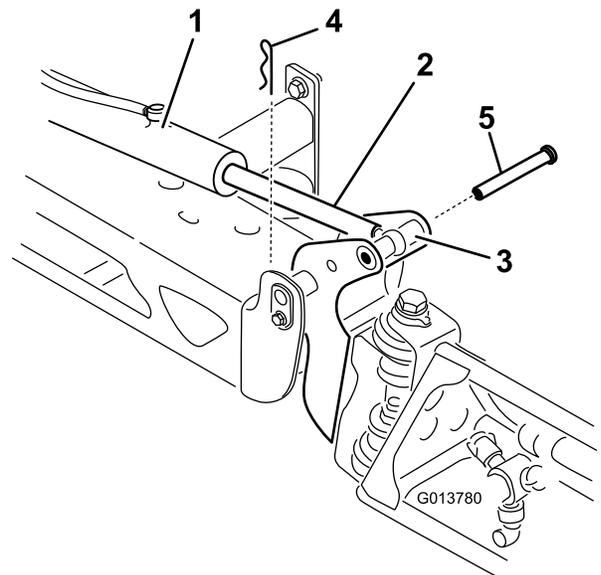

図 13
2. ピボットピンからコッターピンを抜き取る (図 13)。
3. ブームを持ち上げて、ピンを外し (図 13)、ブームをゆっくりと床面に降ろす。
8. ブームを持ち上げて、ピボットをアクチュエータ・ロッドに整列させる。ブームを支えながら、ブームのピボットとアクチュエータロッドにピンを通す (図 13)。